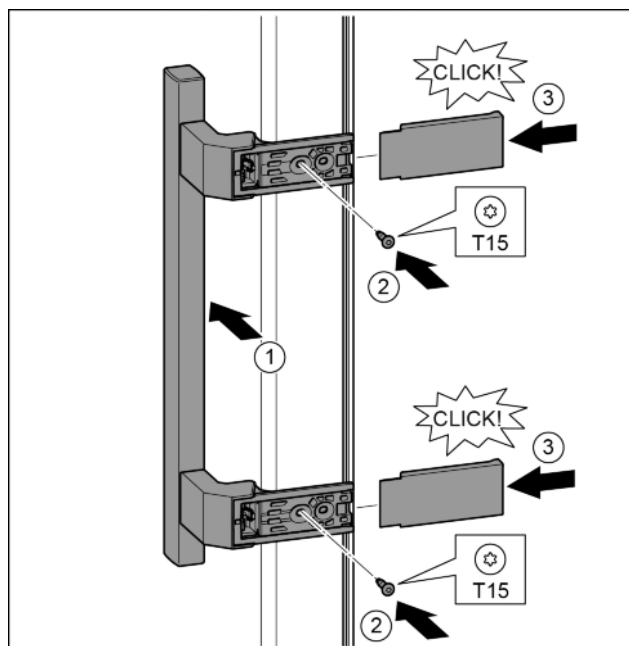

Fig. 37
- ▶ Установить ручку на противоположной стороне. *Fig. 37 (1)*
- ▶ Затянуть винты отверткой T15. *Fig. 37 (2)*
- ▶ Установить крышки сбоку и надвинуть. *Fig. 37 (3)*